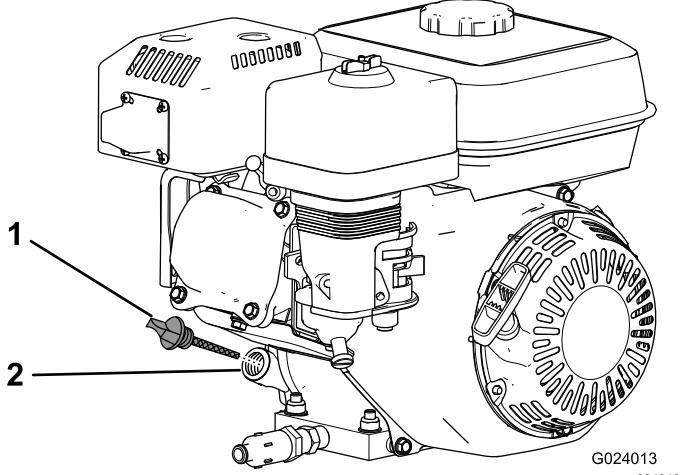

Bild 18
2. Stellen Sie den Motor ab, warten Sie, bis er abgekühlt ist, und reinigen Sie dann den Bereich um den Ölfülldeckel bzw. den Peilstab (Bild 18).